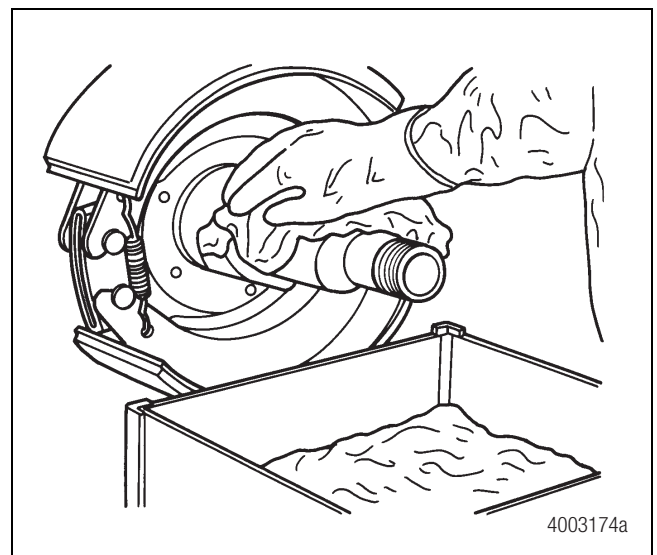

Figura 4.1
1. Con un limpiador con solventes limpie las piezas y superficies torneadas como, por ejemplo, las espigas de eje y los muñones del eje de levas. No use tanques para soluciones calientes con agua, vapor o soluciones alcalinas. Lo anterior ocasionará corrosión. Figura 4.1.